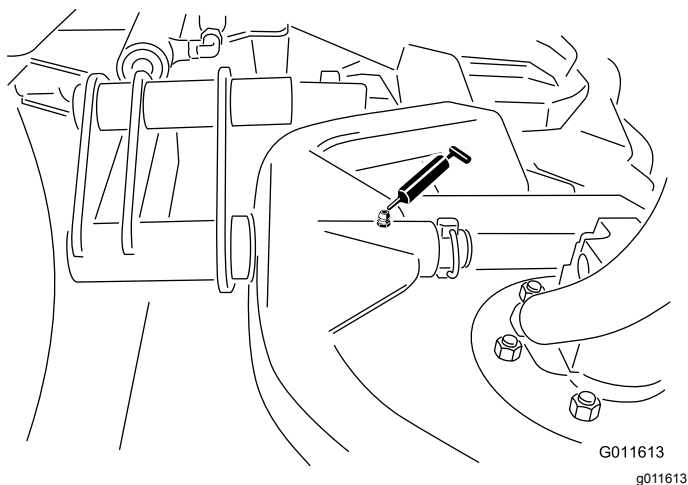

図 47
- カッティングユニットのキャリアフレームのピボット各1 図 47